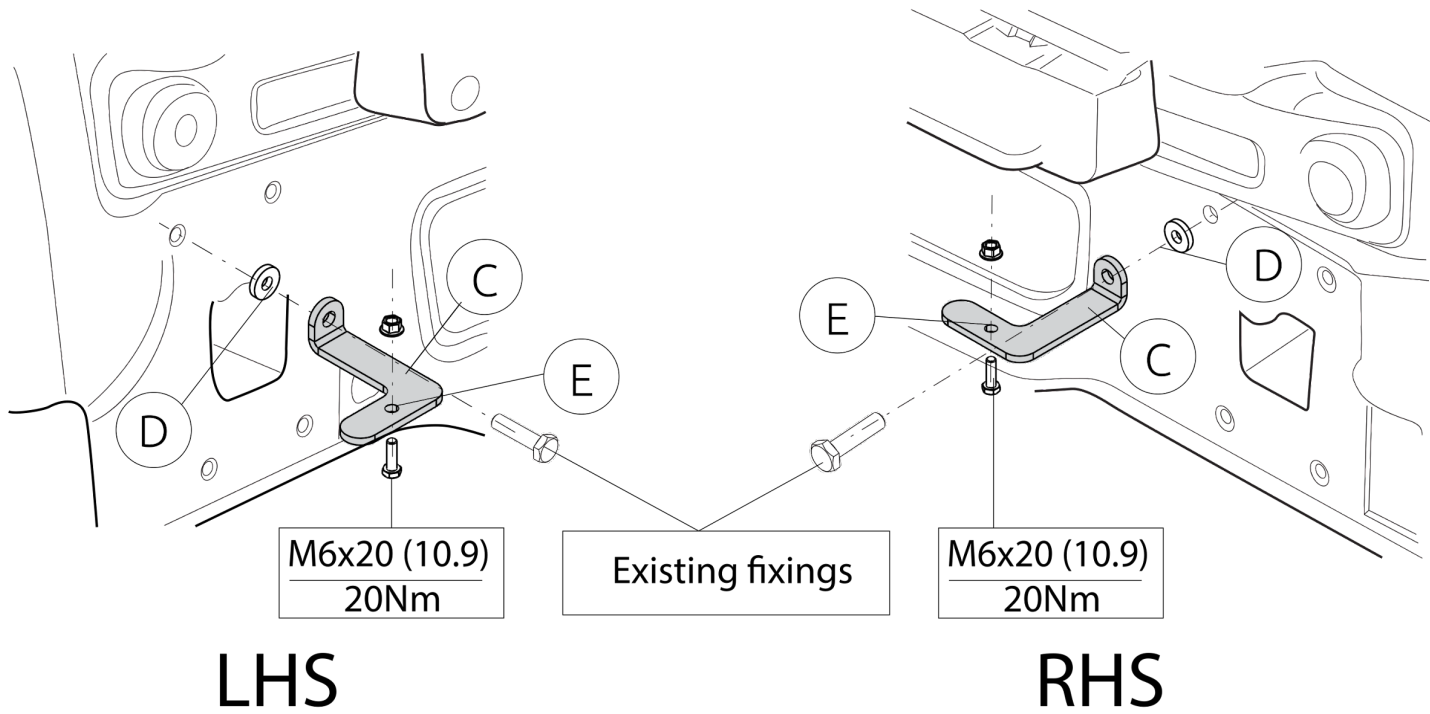

Fig. 2
4. Внимание! Если имеется/имеются: Поставить кронштейны С и прикрепить их в точках D. Закрепите антенны на опорах С в точках Е. См. рисунок 2.